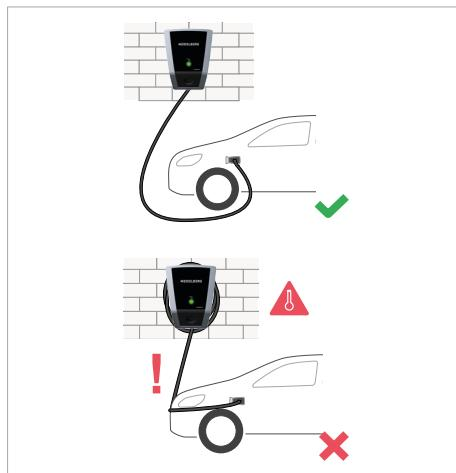

Fig. 12
- Carga de un vehículo (fig. 12)**